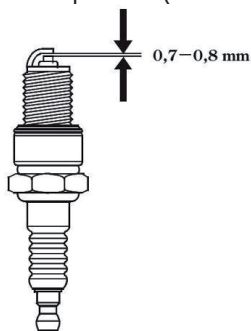

рис.5
8.7 Свеча зажигания см. рис.5
- рекомендуется проверить величину межэлектродного зазора, который должен составлять 0,7-0,8 мм. При существенном отклонении величины зазора от указанной, необходимо его отрегулировать (восстановить) или заменить свечу (см. рис.5);